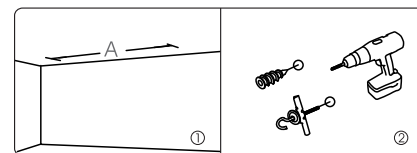

图13
1. 用电钻在天花板钻两个大小及相对位置适合的孔，并且确定两个孔位形成的直线与墙面平行，在这两个孔内钉入两只螺旋挂钩（非配件）。(如图13)